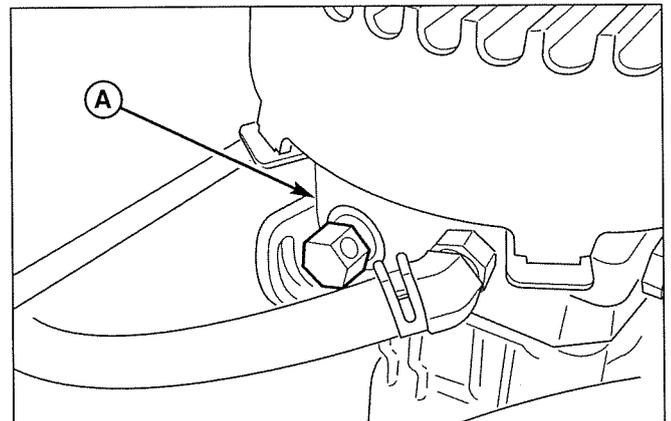

Figure 4. Dérivation du circuit hydraulique
3. Pour débrayer les pompes (position de roue libre), faire tourner les valves de vidange hydraulique (A, figure 4) situées sur les pompes dans le SENS CONTRAIRE DES AIGUILLES D'UNE MONTRE au maximum de 2 tours complets.